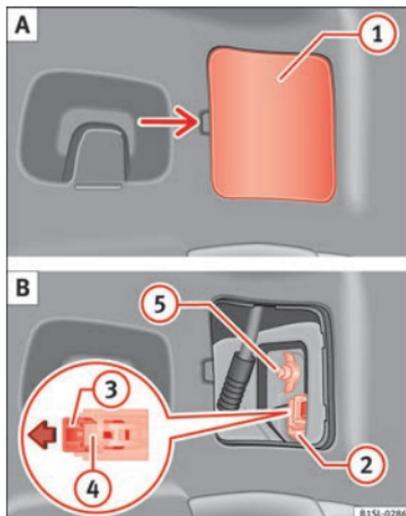

Abb. 88 Seitlich im Gepäckraum: A: Abdeckung abnehmen, B: Rückleuchten ausbauen.
2. Abdeckung **1** vorsichtig abhebeln **» Abb. 88 A**.
3. Verriegelung **3** am Anschlussstecker **2** in Pfeilrichtung ziehen **» Abb. 88 B**. Dazu den Schraubendreher aus dem Bordwerkzeug zur Hilfe nehmen.
4. Verrastung **4** drücken und den Stecker abziehen **2** **» Abb. 88 B**.
5. Flügelmutter abschrauben **5** **» Abb. 88 B**.
- Mit einer Hand die Rückleuchte an der Einbauposition halten und mit der anderen die Flügelmutter festdrehen (5) » **Abb. 88 B**.
- Anschlussstecker (2) auf den Lampenhalter stecken und Verriegelung (3) entgegen der Pfeilrichtung in den Stecker drücken » **Abb. 88 B**.